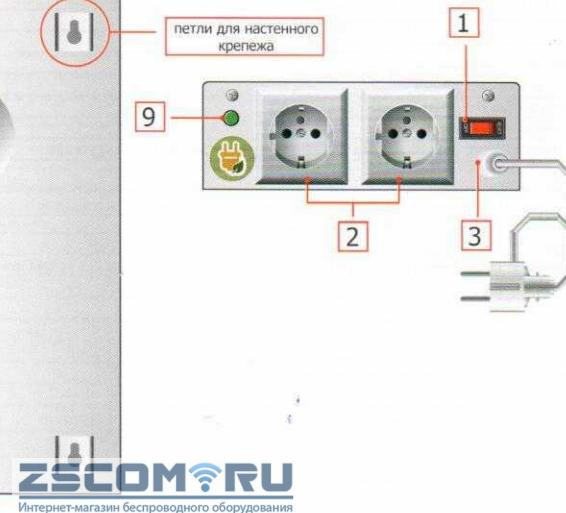

Рис.1
4.1. Перечень составных частей изделия (рис. 1)
7.2. Подключение. В момент включения обратите внимание, чтобы стабилизатор был выключен - сетевой выключатель в положение «Выкл» и стабилизатор обязательно должен подключаться к сети с заземлением, иначе стабилизатор нужно заземлять отдельно. Убедитесь что индикатор полярности загорелся зеленым цветом (поз.9 рис.1), если этого не произошло измените положение сетевой вилки стабилизатора на 180°.